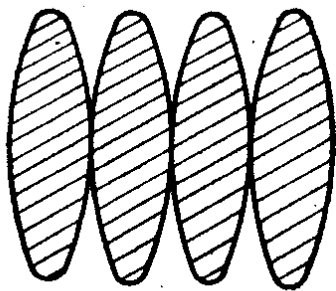

图1—6 胖形发条
①体积小，输出力矩大，而且力矩落差要小。发条的长度、厚度和宽度设计要合理，制造时要符合设计要求，特别是厚度必须均匀。为了减少摩擦，增大输出力矩，最好采用胖形发条，如图1—6所示。